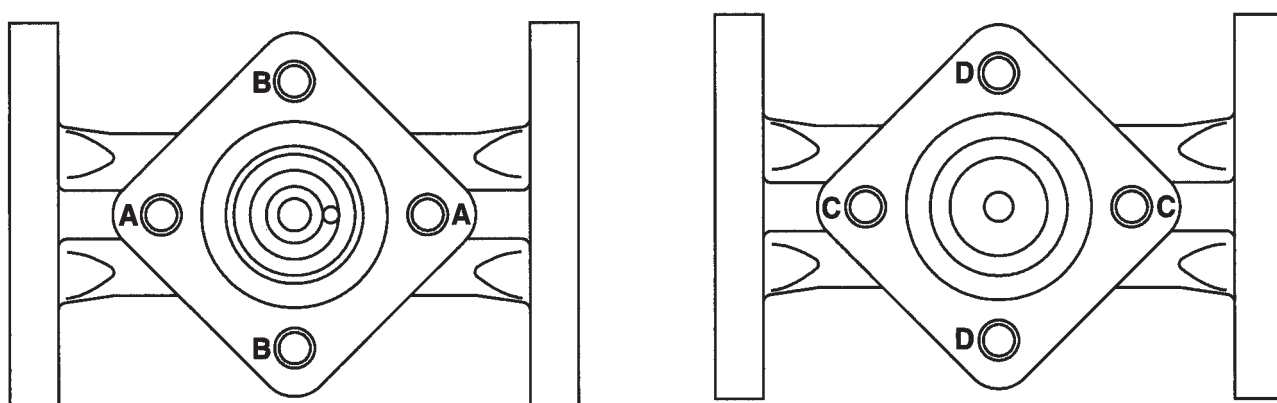

Fig. 11
***Nota :** il y a 2 jeux de 4 goujons qui composent le jeu d'écrou et vis de couvercle. Les goujons de la partie supérieure sont marqués 'T' et ceux de la partie inférieure sont marqués 'B' (voir Fig. 11). S'assurer que les goujons sont montés dans les bons trous, voir le paragraphe 6.3 - Raccordements à brides + Fig. 11.